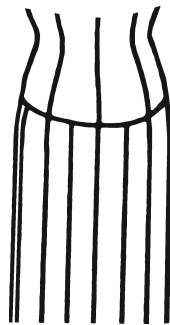

Рис. 318
1. Определите на фигуре, на какой высоте закончится баска (рис. 318). Не забудьте, что баска в месте крепления к складкам имеет тройную